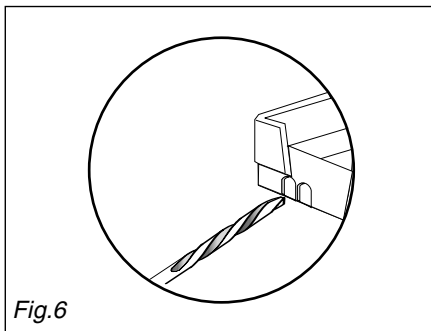

Fig.6
2.3.3 Montage du boîtier RAR 22 (fig. 6)
- 1- Le cas échéant, percer les parties prédécoupées pour faire passer le câble (Fig 6).